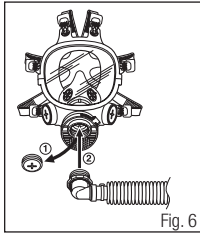

Fig. 6
1. Retire la Conexión del puerto central 3M™ 7890 del respirador de cara completa. Asegúrese que las conexiones 7890 estén en su lugar en cada puerto lateral del respirador (Fig. 6).
2. Atornille el adaptador de codo del tubo de respiración GVP-123 en el puerto central de la entrada de la pieza facial 7800S del respirador (Fig. 6).